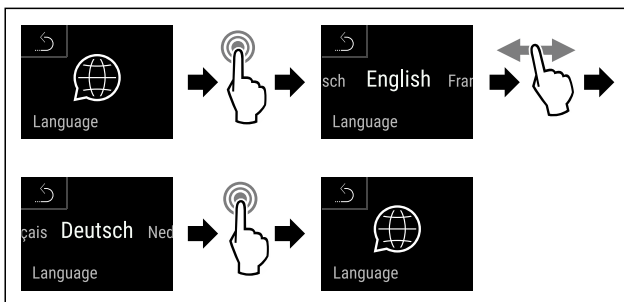

Fig. 89
- ▶ Obavite korake postupka (pogledajte Fig. 89).